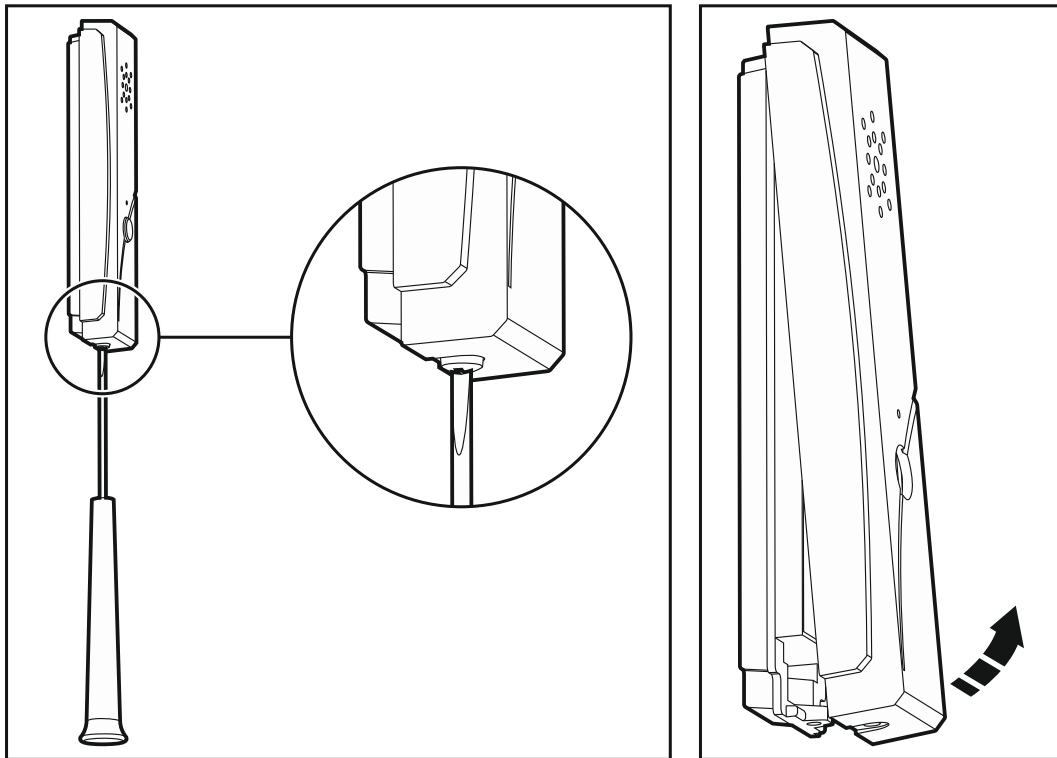

Abb. 21. Öffnen des Gehäuses der Einheit INT-AVT.
1. Drehen Sie die Schraube heraus, heben Sie den Gehäusedeckel nach oben und nehmen Sie ihn ab (siehe: Abb. 21). Der Deckel und das Gehäuseunterteil werden immer noch mit den Kabeln des Lautsprechers verbunden.